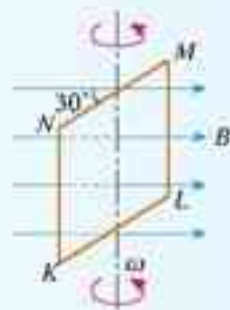

图 5.1-5 线框绕竖直轴以角速度 ω 匀速转动
- 如图 5.1-5 所示， $KLMN$ 是一个竖直的矩形导线框，全部处于磁感应强度为 B 的水平匀强磁场中。线框面积为 S ， KL 边水平。线框绕某竖直固定轴以角速度 ω 匀速转动。在 KL 边与磁场方向到达 30° 角的时刻（图示位置），导线框中产生的瞬时电动势 e 的大小是多少？标出线框此时电流的方向。已知线框按俯视图的逆时针方向转动。